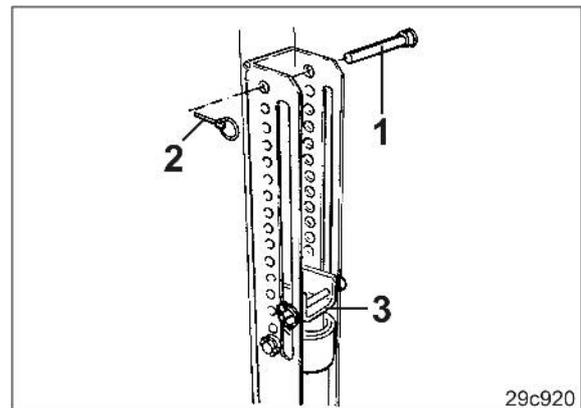

Fig. 166
3. Introducir el perno (Fig. 166/1) por encima del tope (Fig. 166/3) en un orificio del grupo de orificios y asegurar con un pasador clavija (Fig. 166/2).